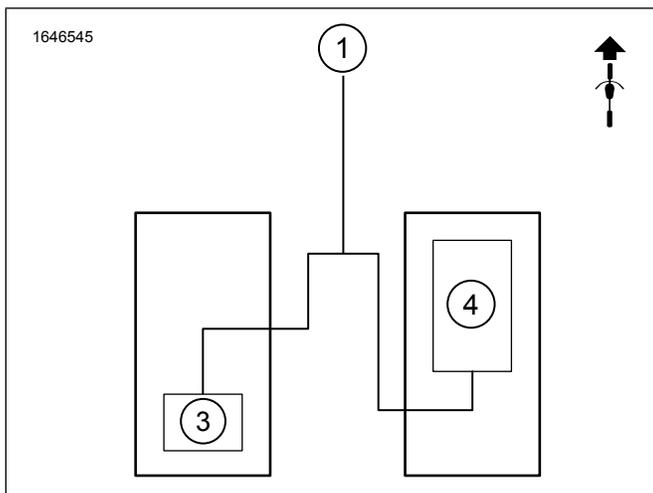
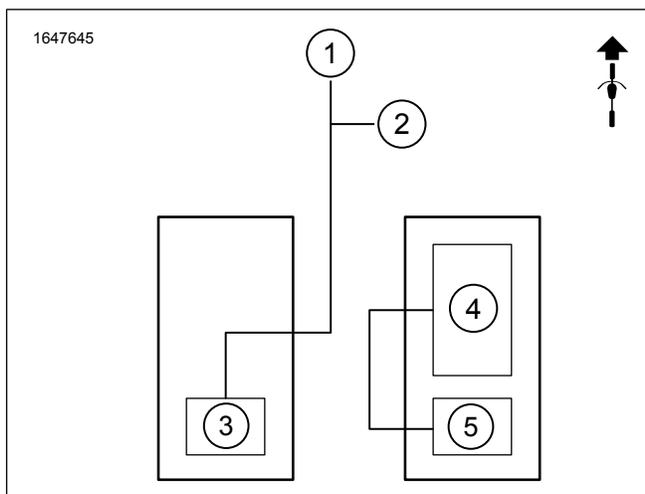
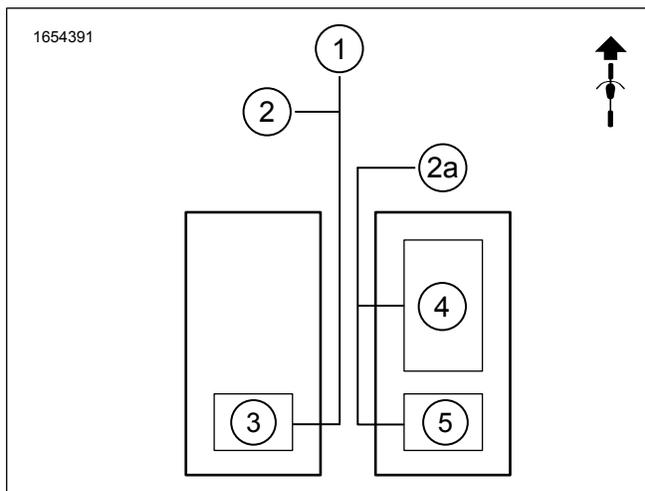
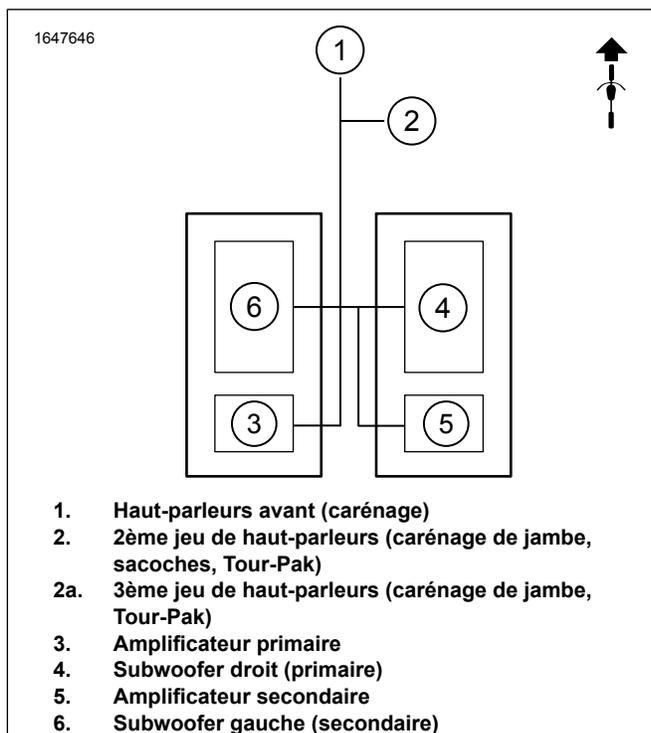

Figure 3. Subwoofer simple, amplificateur simple, deux haut-parleurs
Figure 4. Subwoofer simple, amplificateurs doubles, quatre haut-parleurs
Figure 5. Subwoofers simples, amplificateurs doubles, six haut-parleurs
Figure 7. Deux subwoofers, amplificateurs doubles, quatre haut-parleurs
Voir Figure 3 , Figure 4 , Figure 7 et Figure 5 . Les systèmes de subwoofer nécessitent deux canaux de l'amplificateur (les amplificateurs ont quatre canaux), par conséquent l'installation de kits subwoofer primaire et secondaire ne peut fonctionner qu'avec des systèmes de deux ou quatre haut-parleurs. Les systèmes de six haut-parleurs ne fonctionneront qu'avec le kit subwoofer primaire.
- a. Voir la figure 3. Pour une configuration avec un seul subwoofer, un seul amplificateur et deux haut-parleurs. Le connecteur du faisceau devra être recâblé. Reportez-vous à Recâbler le faisceau 69203031. Si le connecteur n'est pas recâblé, il n'y aura pas de son. **REMARQUE** : si des haut-parleurs de sacoche sont ajoutés après l'installation du subwoofer, la configuration d'origine du faisceau 69203031 devra être utilisée. Fils dans les cavités un et quatre.
b. Connecteur de faisceau d'amplificateur principal [351A] (sortie audio). Voir la figure 3. **Equipé d'un seul subwoofer, d'un seul amplificateur, de deux haut-parleurs.**
c. Connecteur de faisceau d'amplificateur secondaire [352A\_1] ou [352A\_2] (sortie audio). Voir la figure 4. **Equipé d'un simple subwoofer, de deux amplificateurs, de quatre ou six haut-parleurs.**